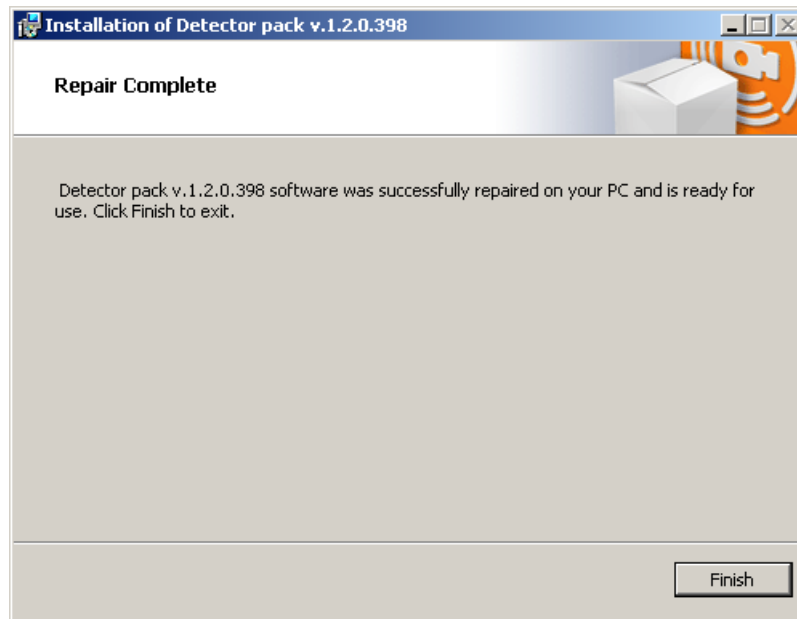

Fig. 5.2—11 Repair complete window
5. Click **Finish** (Fig. 5.2—11).